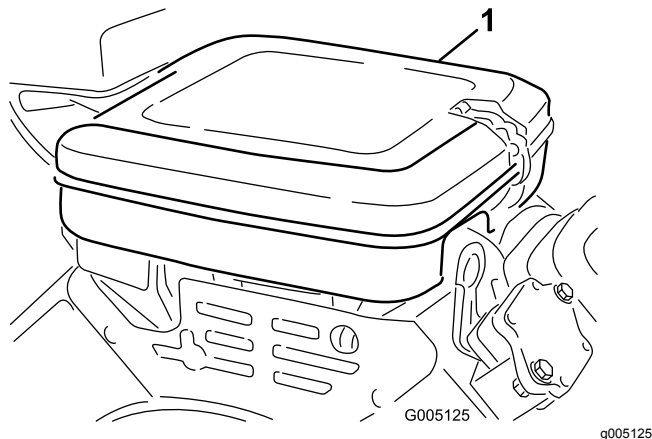

Bild 28
1. Reinigen Sie die Luftfilterabdeckung (**Bild 28**).